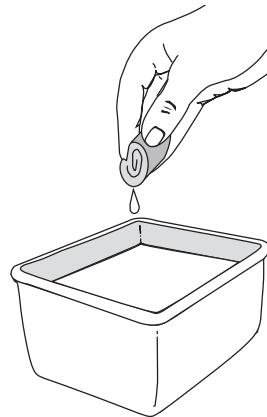

Figure 23
3. Lavez le filtre dans un mélange d'eau et de détergent (Fig. 23). Rincez le filtre abondamment. Essorez l'excédent d'eau. Laissez sécher complètement.